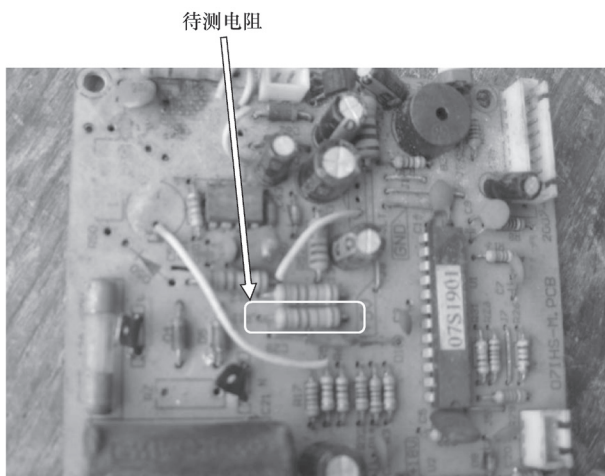

图 2-19 检查电阻
2) 对电阻器进行观察，如图 2-19 所示。看待测电阻器是否损坏，确保无烧焦、引脚断裂、引脚铜箔线断路以及虚焊等情况。